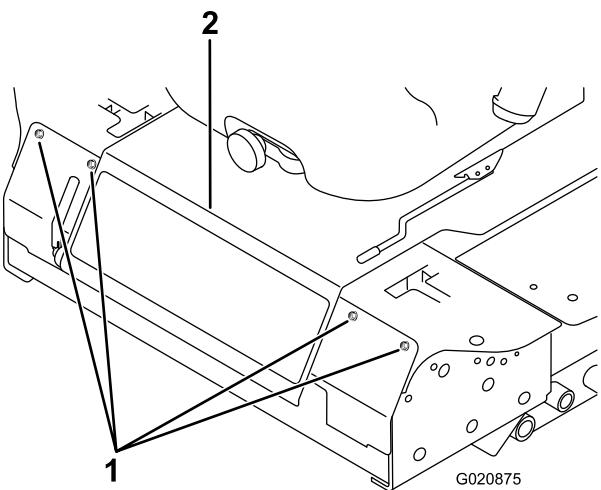

Figura 55
3. Retire os parafusos que fixam o painel dianteiro e retire o painel (Figura 55).